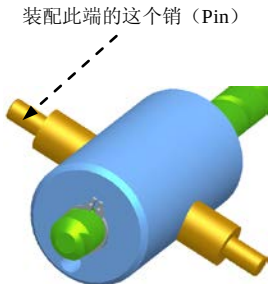

图 9.5.22 装配另一个销
Step10. 增加固定元件: 装配另一个**销 (pin.prt)**, 如图 9.5.22 所示。操作方法与 Step9 相同。